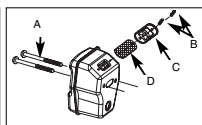

Fig. 20B
2. Îndepărtați cele 2 șuruburi care fixează capacul (C), vezi fig. 20B.
3. Îndepărtați corespunzător grătarul de scântei folosit (D) și înlocuiți-l cu unul nou.